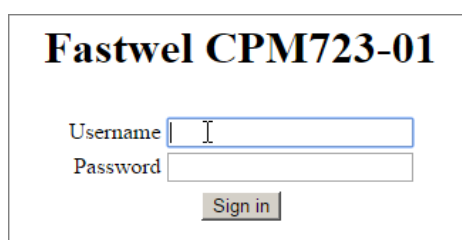

Рис. 5.15. Страница авторизации веб-интерфейса CPM723-01
1. На ПК запустите веб-браузер и в адресной строке введите IP-адрес контроллера. Если контроллер доступен по сети на данном ПК, в окне браузера появится страница авторизации (приглашение для входа), содержимое которой показано на Рис. 5.15. Внешний вид кнопок и других элементов интерфейса веб-конфигуратора зависит от используемого браузера.